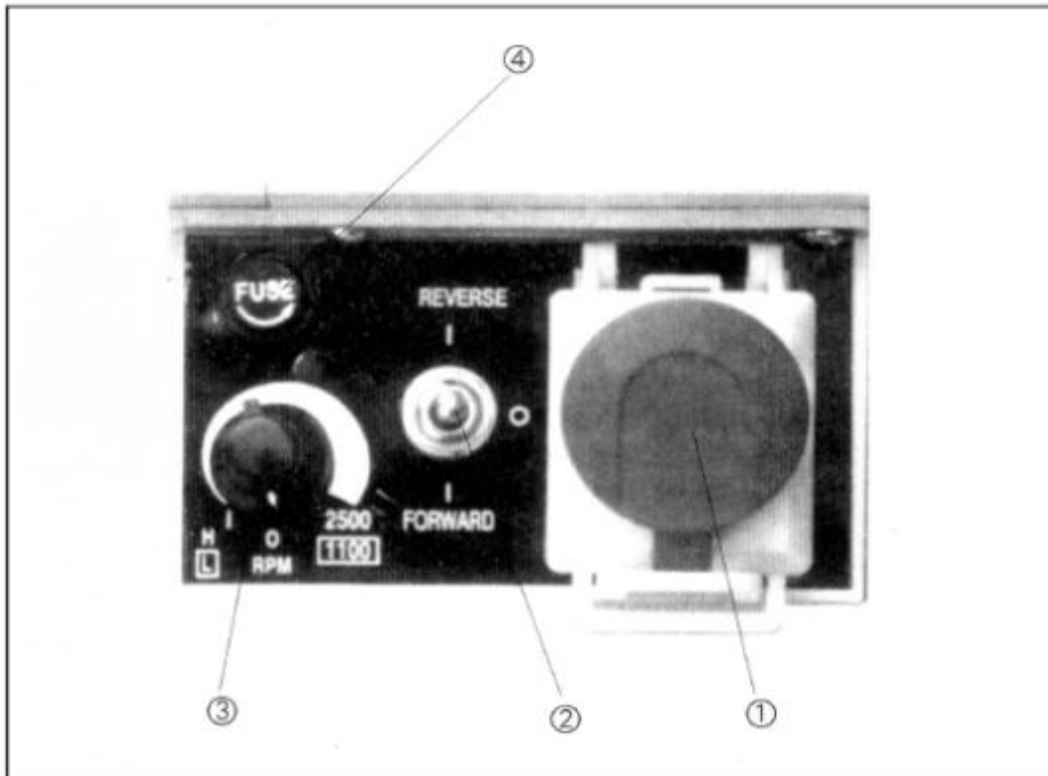

Рис. 4 Пульт управления
5. Сначала отключите переключатель ①. Установите переключатель ③ на «0», а переключатель ② на STOP (СТОП). Для запуска токарного станка установите переключатель ① в нормальное положение (направление указано на переключателе), а переключатель ② в положение FORWARD (ВПЕРЕД) или REVERSE (НАЗАД).
Шпиндель начнет вращаться сразу после срабатывания переключателя ③. Скорость можно регулировать с помощью переключателя ③. Если необходимо изменить направление вращения шпинделя токарного станка, сначала переведите переключатель ③ в положение «0». Для останова токарного станка в аварийной ситуации немедленно нажмите аварийный выключатель ①. Для повторного запуска токарного станка повторите процесс, описанный выше. (СМОТРИТЕ рис. 4).